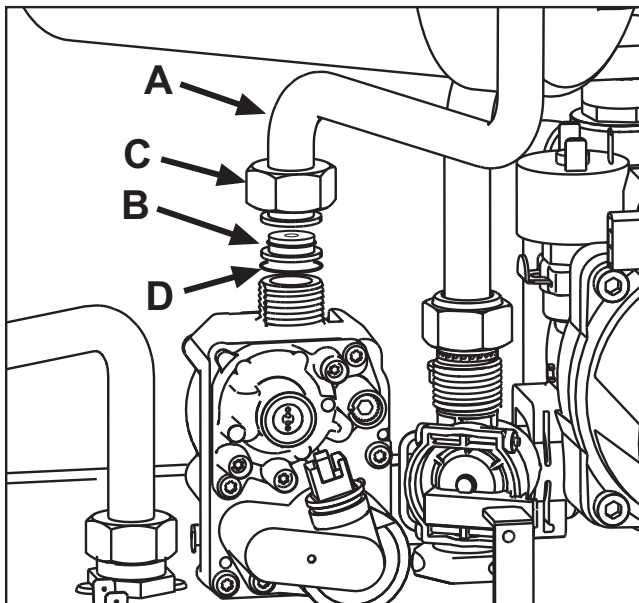

fig. 22
3. Svitare il girlo C e rimuovere il tubo gas A dalla valvola gas (vedi fig. 22).
4. Sostituire l'ugello B inserito nel tubo gas con quello contenuto nel kit di trasformazione interponendo la guarnizione D (vedi fig. 22).